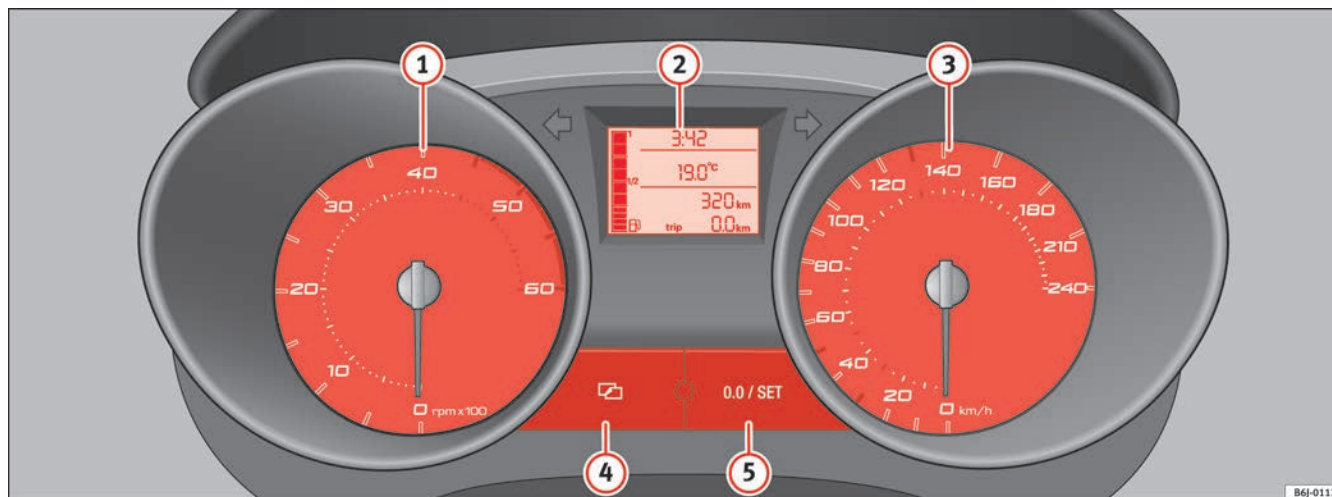

Fig. 30 Dettaglio della plancia portastrumenti: quadro strumenti
Quando la lancetta del contagiri entra nel settore rosso ⇒ pag. 57, fig. 30 **1**, significa che il motore, rodato e caldo, ha raggiunto il numero di giri massimo per la marcia inserita. Si consiglia quindi, prima di raggiungere tale settore del contagiri, di passare alla marcia immediatamente superiore o di mettere la leva selettoria nella posizione **D** oppure di ridurre la velocità.
- Per regolare l'ora, premere il tasto ④ ⇒ pag. 57, fig. 30. L'opzione "ora" lampeggia sul display. Utilizzare il pulsante ⑤ "set" ⇒ pag. 57, fig. 30 per regolarla.
- Per regolare i minuti, premere di nuovo il tasto ④ e selezionare l'opzione minuti, regolandoli con il pulsante ⑤ "set".
Quello che si trova sulla parte inferiore è il contachilometri parziale. L'ultima cifra del contachilometri parziale rappresenta le centinaia di metri. Per azzerare il contachilometri parziale si deve premere sul pomello ⇒ pag. 57, fig. 30 ⑥.